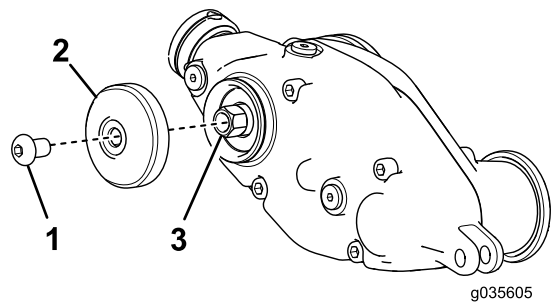

Bild 13
7. **Nur für den Universalgroomer (ohne Heckrollenbürste):** Befestigen Sie die äußere Abdeckung mit einer Sechskant-Halbrundkopfschraube (5/16"), wie in Bild 13 abgebildet.